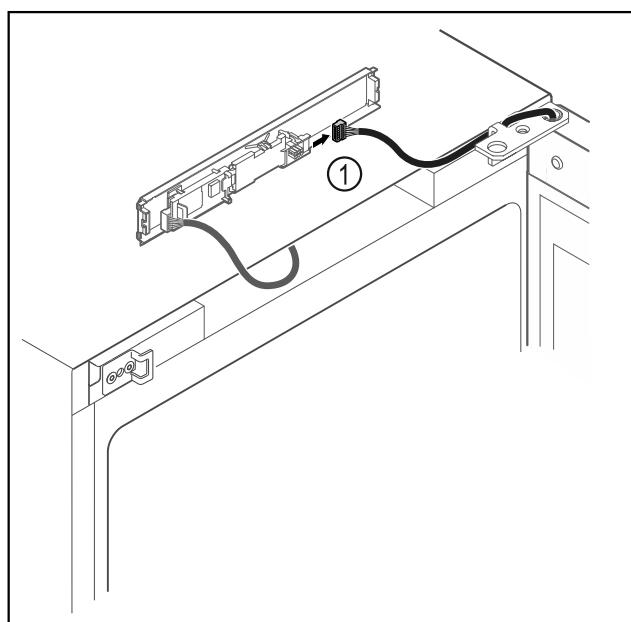

Fig. 12
- Витягнути штекер *Fig. 12 (1)* з плити.